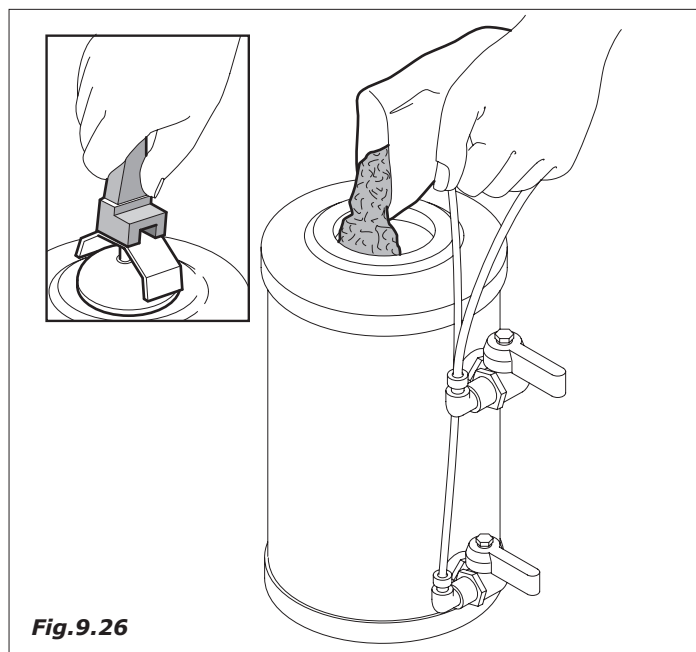

Fig.9.26
- Abrir la tapa e introducir 1,5kg. de sal de cocina (Fig.9.26)